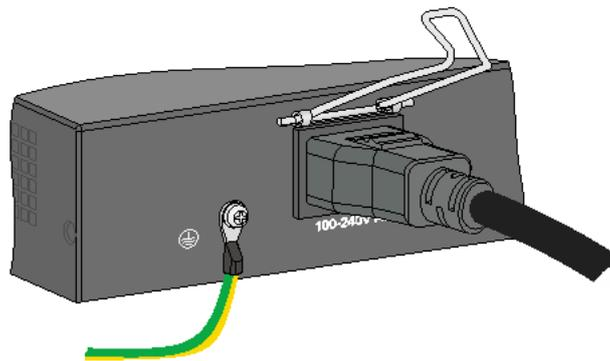

図 3-8 装置への電源ケーブルの接続 2
- 3) 図 3-8 に示すように、電源ケーブルの固定金具のフックを、AC 電源入力ソケットの両側にある穴に取り付けてください。電源ケーブルの固定金具を上押ししてください。